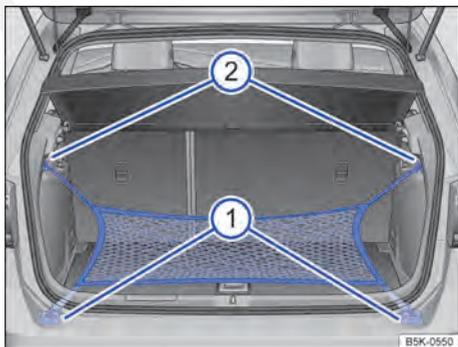

Fig. 99 No compartimento de bagagem: olhais ① e gancho ② para prender a rede para bagagem.
- Prender os ganchos curtos da rede para bagagem nos olhais de amarração ⇒ Fig. 99 ① ⇒ ⚠. O zíper da rede para bagagem deve estar voltado para cima.
- Prender a fixar as alças nos ganchos para sacolas ②.